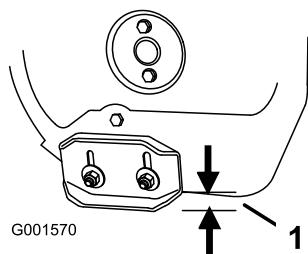

Figure 41
2. Desserrez les écrous de fixation des deux patins aux côtés de la fraise à neige jusqu'à ce que les patins puissent coulisser aisément vers le haut et vers le bas (Figure 41).